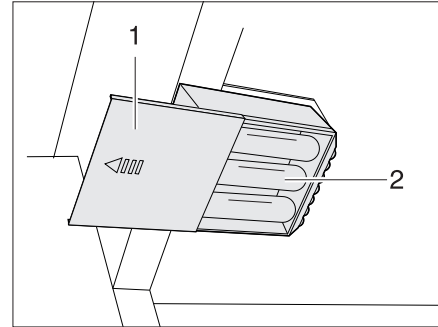

Fig. 265 Eclairage de la penderie avec DEL, compartiment à piles ouvert
- Retirer les piles (Fig. 265,2) du support.
- Mettre en place de nouvelles piles (Fig. 265,2) de même type en veillant à la polarité correcte (+/-).
- Repousser le couvercle (Fig. 265,2) en place.